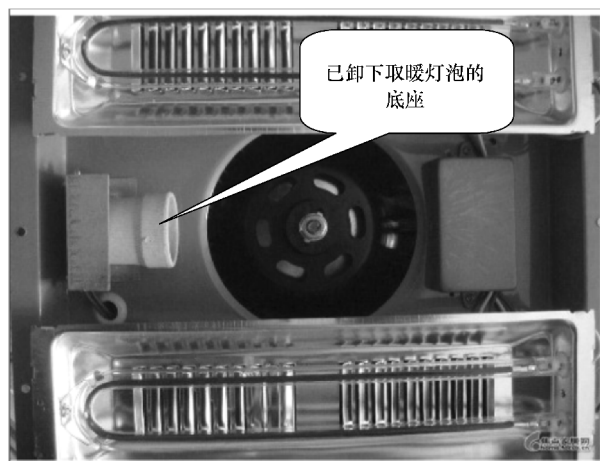

图 7-9 取下灯泡的浴霸
1) 把浴霸上所有灯泡拧下，将弹簧从面罩的环上脱开并取下面罩。注意拆装红外线取暖泡时，手势要平稳，切忌用力过猛，如图 7-9 所示。